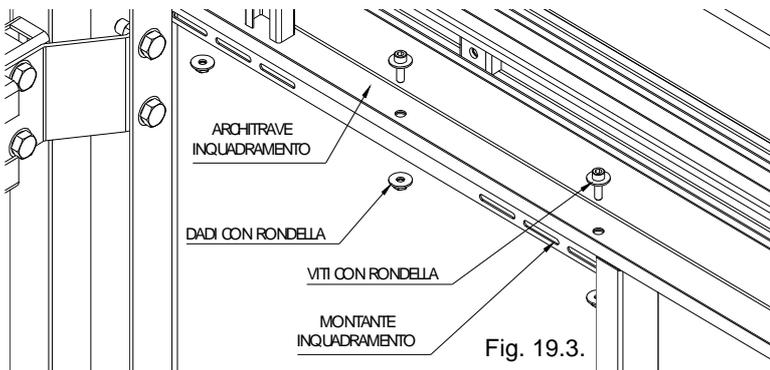

Fig. 19.3.
- ✓ Unire i montanti dell'inquadramento porta con l'architrave con le apposite viti, ricordandosi di utilizzare le rondelle antisvitamento, come indicato in Fig. 19.3